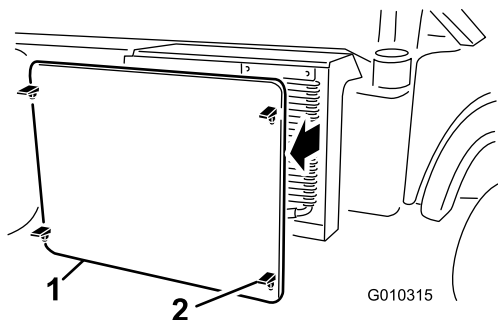

図 58
2. ラジエータースクリーンのラッチを外して、ラジエーター前面から外す 図 58。